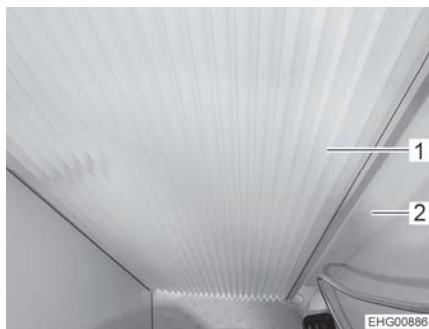

Fig. 207 Tendina plissettata, chiusa
- Chiudere la tendina plissettata (Fig. 207,1). A tale scopo, tirare la tendina plissettata verso la parete orientabile grande (Fig. 207,2), fino a che la chiusura magnetica della tendina plissettata mantiene la posizione.